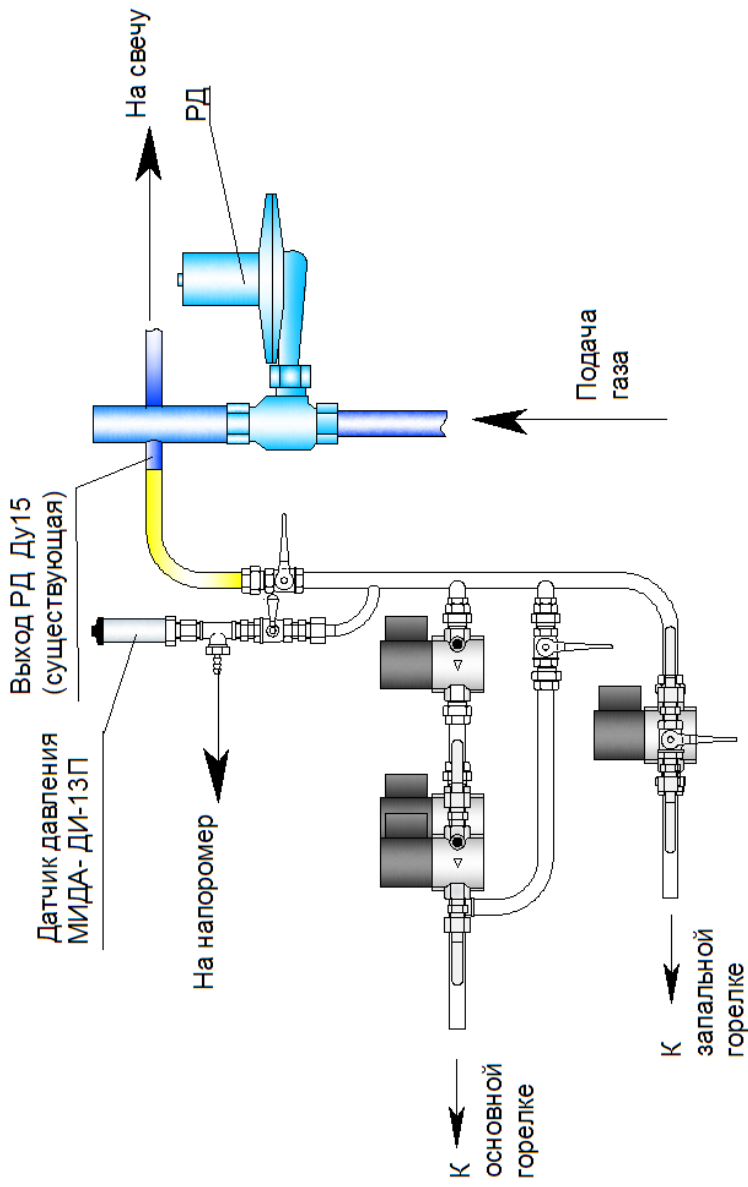

Рис. 1. Установка блока клапанов из комплекта ремонтного на подогреватель газа ПГА-100.
6.2. Монтаж оборудования, прокладку и подключение кабелей выполнить в соответствии с Типовым проектом 05/2013-ПГ-001 на капитальный и текущий ремонт автоматики подогревателя газа типа ПТПГ-10(15,30), ПТГ-10(15), ПГ-10(15), ПГА-5(10,100,200), ПТА-1. Функциональная схема установки блоков клапанов показана на рис. 1.